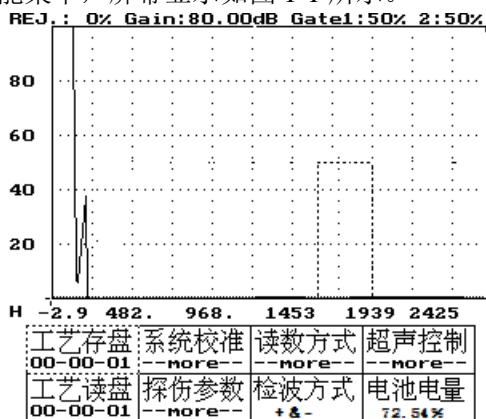

图 1-1
- 1、按菜单键——显示功能菜单，屏幕显示如图 1-1 所示。
1. 按菜单键——显示功能菜单，屏幕显示如图 1-1 所示。